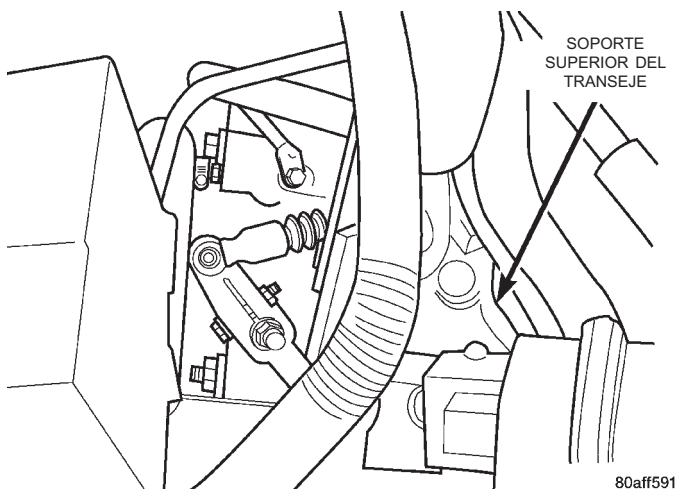

Fig. 55 Soporte superior del transeje
(9) Retire los pernos superiores del soporte superior izquierdo del transeje (Fig. 55).